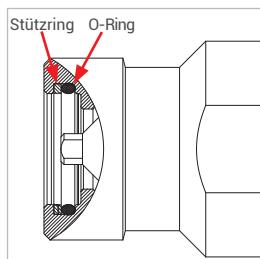

Abbildung 7
- ▶ Kontrollieren Sie vor dem Einsetzen des Nippeleinsatzes (Pos. 7) die beiden Dichtelemente (O-Ring und Stützring, Abbildung 7) auf korrekte Einbaurichtung, richtigen Sitz und Beschädigung.